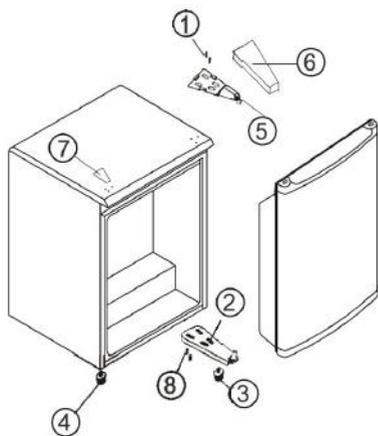

FIGURE 1
- **Pendant le transport, le déplacement et le placement, le réfrigérateur ne doit pas être basculé de plus de 40° de la ligne verticale. Si pourtant une telle situation arrive, laissez l'appareil min. 2 heures après son placement sans le brancher (fig. 1).**